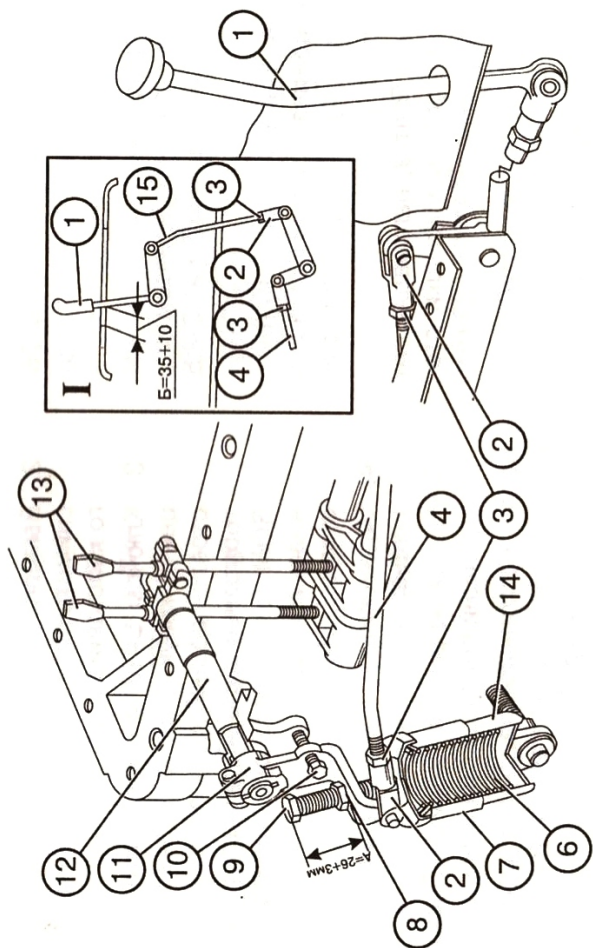
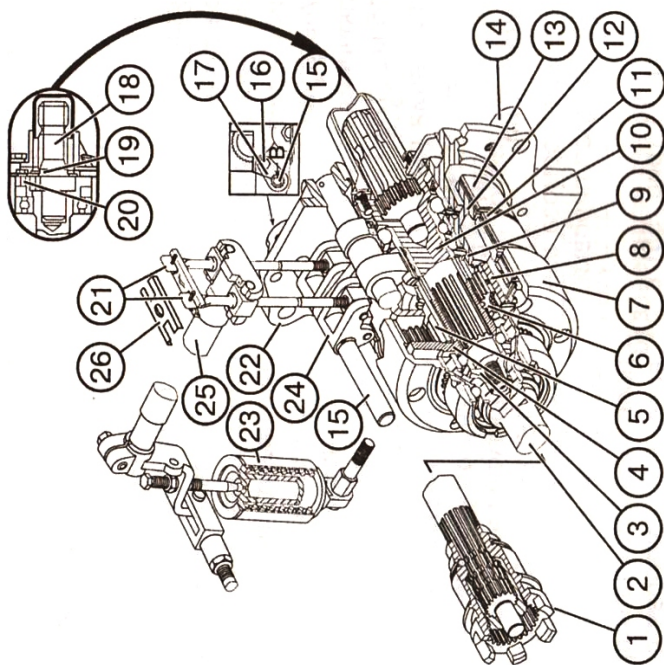

Рис. 55 Управление задним ВОМ:
Рис. 56 Планетарный редуктор заднего ВОМ:
1. Установите эксцентриковую ось 15 (рис. 56) в исходное положение, чтобы лыска "В" находилась справа вертикально и зафиксируйте стопорной пластиной 17 и болтом 16;
2. Отсоедините тягу 4 (рис. 55);
6. Снимите стопорную пластину 26 (рис. 56), заверните винты 21 до отказа усилием 10 кгс на ключе или плоскогубцах длиной 100 мм (моментом 1 кгс-м), а затем отверните каждый винт на 2-2,5 оборота;
7. Удалите болт (стержень) 10 (рис. 55), удерживающий рычаг 11 в исходном для регулировки положении;
10. Установите тягу 4, регулировкой тяг 4 и 15 установите зону качания рычага 1 в средней части прорези пульта управления. После окончания регулировки установите на место стопорную пластину 26, крышку люка заднего моста, законтрите тяги 4 и 15 (рис. 55), а также болт 9. В эксплуатации, если:
1. Установите рычаг 11 (рис. 55) в нейтралю, зафиксируйте в этом положении, введя стержень 10 диаметром 8 мм или болт М10Х60 в отверстие на рычаге 11 и соответствующее ему отверстие на корпусе заднего моста;
2. Выверните болт 16 (рис. 56), снимите пластину 17 со шлицевого хвостовика на оси 15;
5. Выньте из рычага 11 (рис. 55) стопорящий болт или стержень. После нескольких наружных регулировок эксцентриковая ось 15 (рис. 56) может занять крайнее левое положение (лыска "В" станет вертикально слева), что указывает на израсходование запаса внешней регулировки. В этом случае эксцентриковую ось поворотом против часовой стрелки установите в исходное положение (лыска справа вертикально), после чего выполните регулировочные операции, как описано выше (при сборке на заводе или после ремонта ВОМ). При правильно выполненной регулировке рычаг 1 (рис. 55) в положении "включено" или "выключено" должен не доходить не менее, чем 30 мм до края прорези пульта управления и четко переходить через нейтральное положение.
На некоторых партиях тракторов возможно отсутствие механизма внешней подрегулировки управления ВОМ (поз. 15, 16, 17 рис. 56).